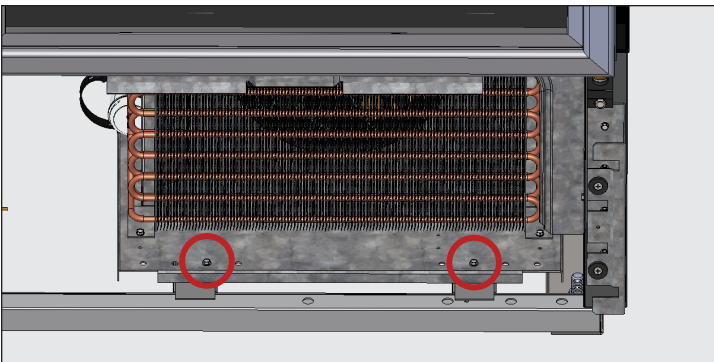

Fig. 5. Ubicación de los pernos de la base del condensador.
5. Retire los pernos de la base del condensador. Véase la fig. 5.